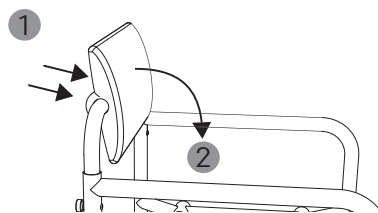

fig. 6
5. Pour régler la largeur d'assise par rapport à vos besoins, procédez comme suit : Des-serrez les écrous moletés situés à l'arrière du coussin du dossier (1, fig. 6). Tournez le coussin de dossier vers le sol (2, fig. 6)